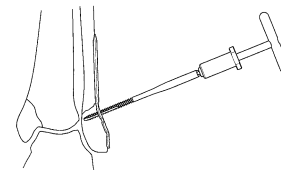

図5
- 4.0キャンセラススクリューの他端にTハンドルを装着し、イメージ下で確認しながらプレタップを行います。（図5）